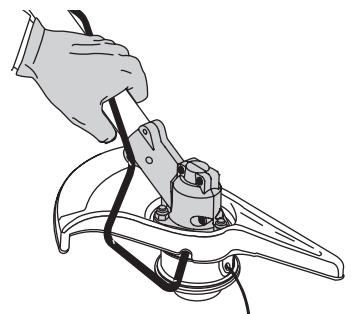

Fig. 8
2. Sostenga la varilla de cierre en su lugar junto al brazo de la unidad (Fig. 8).
ADVERTENCIA: Evite los arranques accidentales. Colóquese en posición de inicio cuando tire de la cuerda de arranque (Fig. 8). El operador y la unidad deben estar en una posición estable al arrancar la unidad para evitar graves lesiones personales.